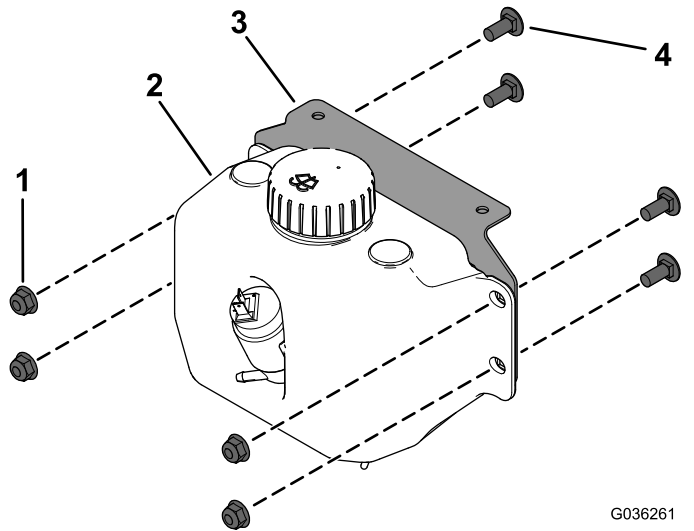

Figure 2
1. Fixez le réservoir de liquide lave-glace sur son support à l'aide de 4 boulons de carrosserie (5/16" x 3/4") et de 4 contre-écrous (5/16"), comme montré à la Figure 2.